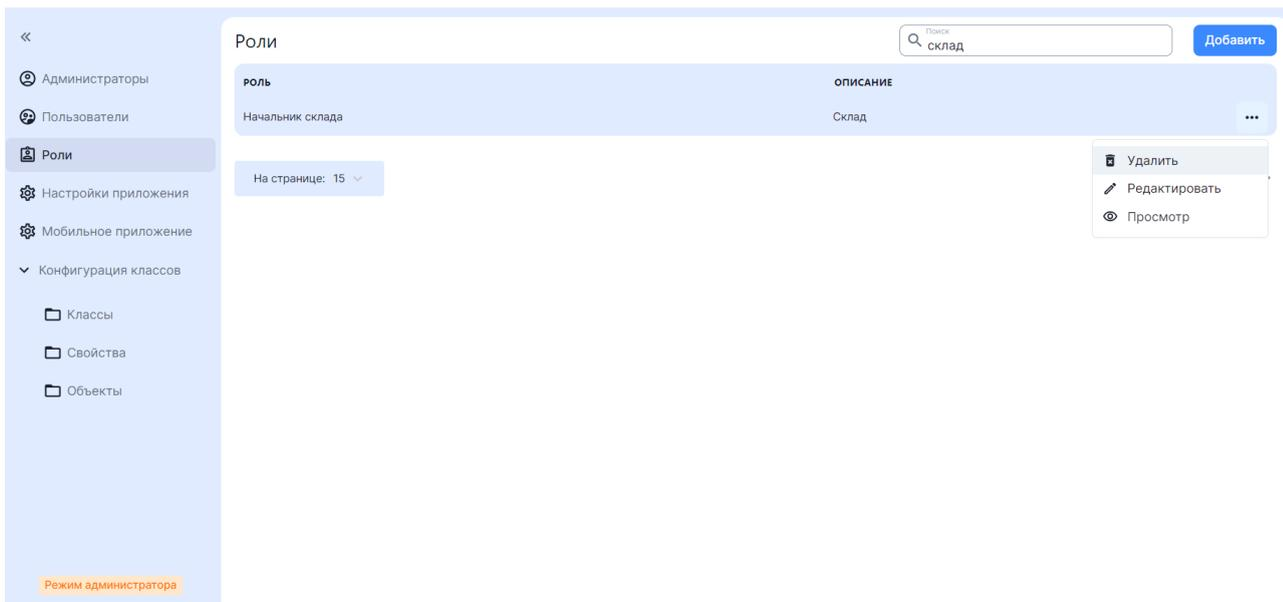

Рис. 7. Экранная форма раздела “Роли”
- 1) Перейти в раздел навигационного меню “Роли”. Система перенаправит пользователя на экранную форму раздела “Роли”, рис. 7.